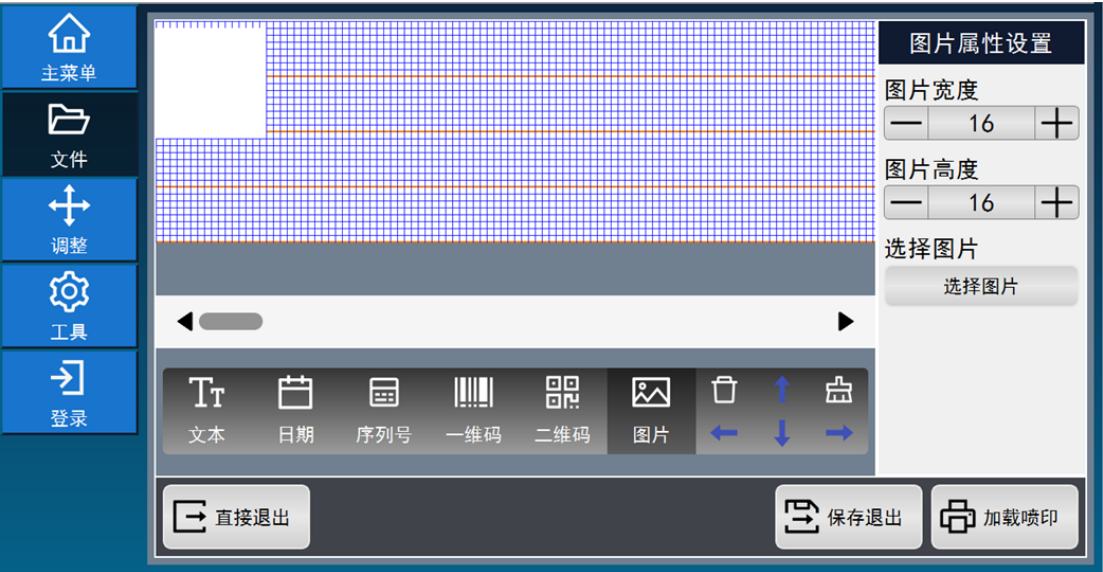

图3-11图片编辑界面
1.如需打印图片，请点击“信息按钮区”的  按钮，“信息编辑区”会出现一条默认的图片，如图 3-11 所示。